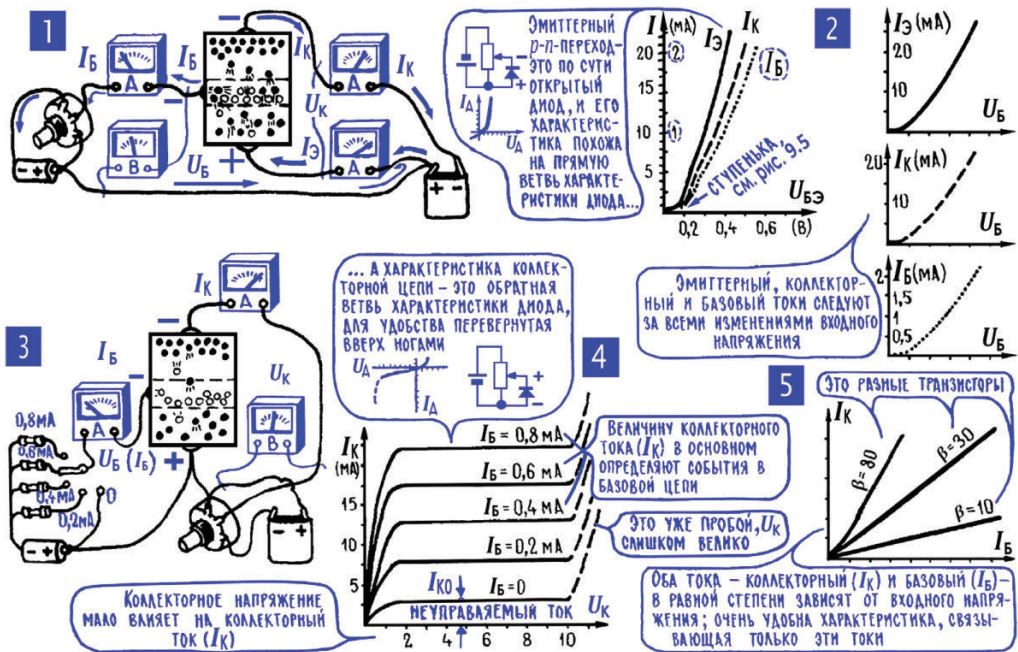
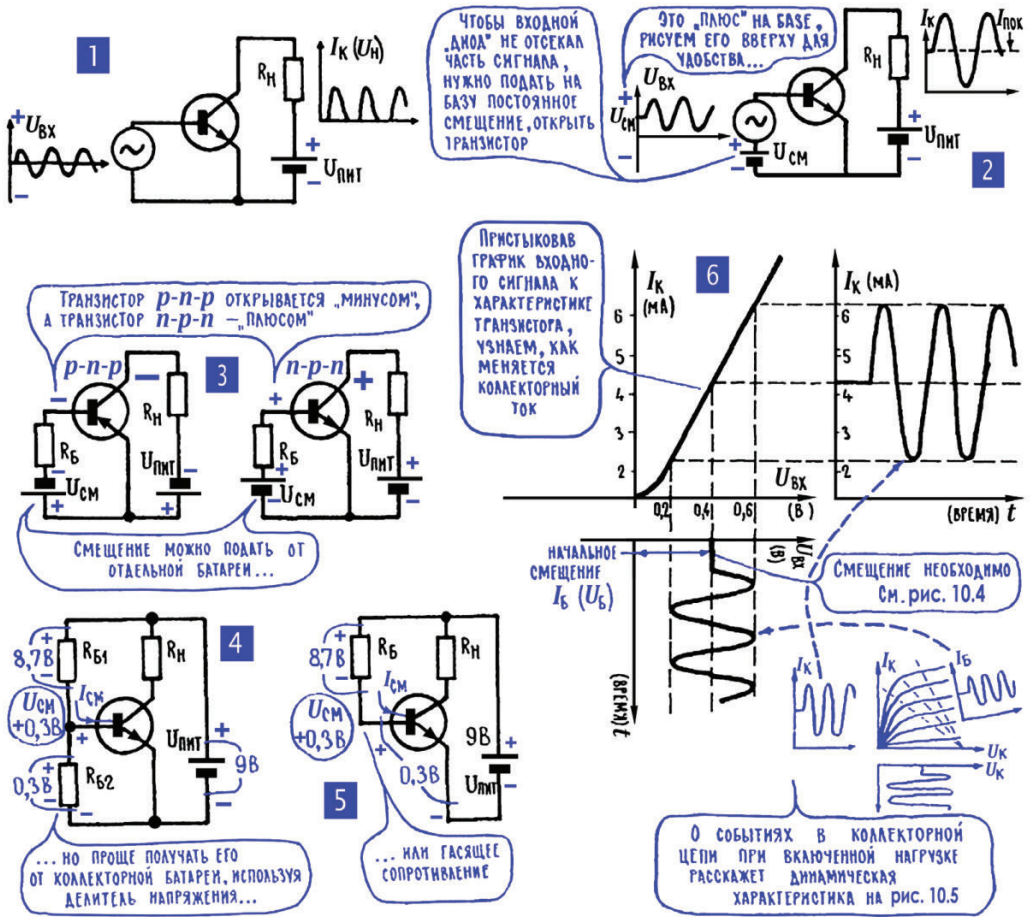
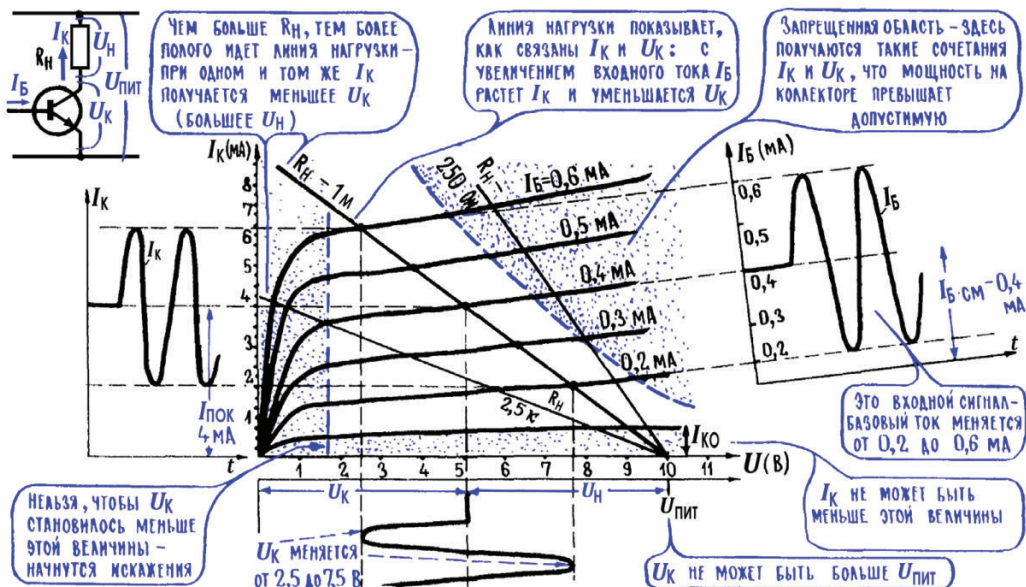
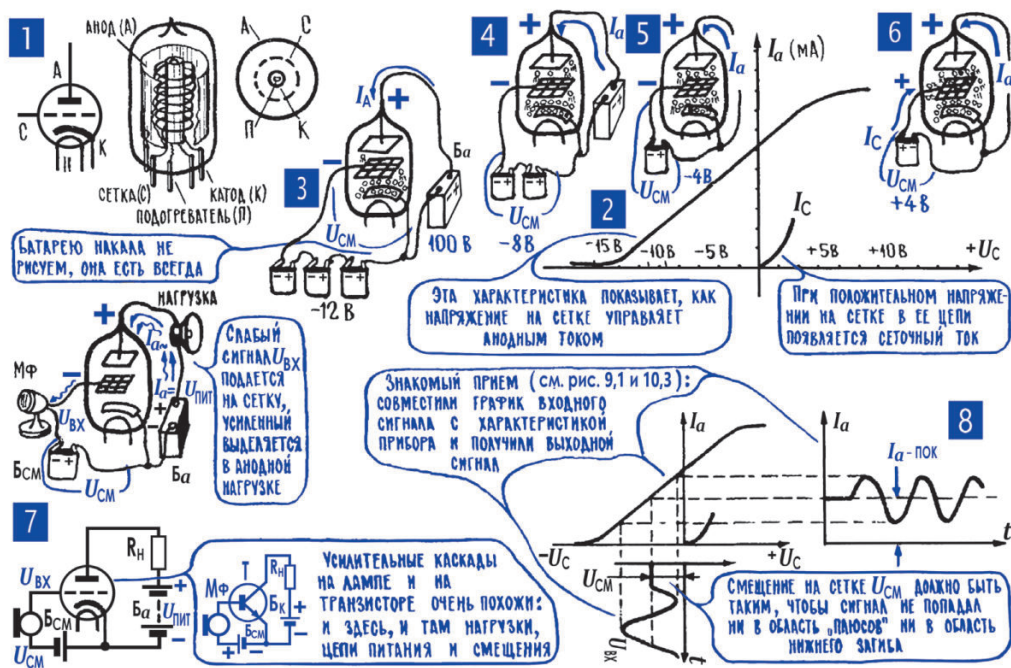

Рис. 10.2. Усилительные функции транзистора
Рис. 10.3. Смещение рабочей точки транзистора
Рис. 10.5. Выходные характеристики транзистора
Рис. 10.7. Электроракуумный триод
Введем несколько обозначений. Все заряды, которые вышли из эмиттера, создают эмиттерный ток $I_э$ (рис. 10.2; 1), те, что попали в коллекторный переход, создают коллекторный ток $I_к$, а те, что сумела захватить база, воспользовавшись своими законными правами, своим «минусом», замыкаются по входной цепи и создают базовый ток $I_б$.
4. О взаимосвязи токов и напряжений в транзисторном усилителе рассказывают его вольт-амперные характеристики. Зависимость общего тока I_{σ} в эмиттерном p - n -переходе от приложенного к нему напряжения U_{σ} , а вместе с ней зависимость базового тока I_{σ} и коллекторного I_k от этого напряжения (рис. 10.2; 2) в точности повторяют уже знакомую нам вольт-амперную характеристику диода (рис. 9.5). Строго говоря, только ток I_{σ} можно считать истинным током через диод, а токи I_{σ} и I_k – это лишь его ответвления, его части. Но части, которые в точности следуют за всеми изменениями целого. Поэтому вольт-амперные характеристики для токов I_{σ} и I_k почти в точности повторяют вольт-амперную характеристику для тока I_{σ} , и если их построить в определенных масштабах (одинаковым
отрезкам на вертикальной оси соответствуют разные значения токов), то все три характеристики будут почти неотличимы (рис. 10.2; 2).
На основе последних двух характеристик можно построить еще одну – она покажет, как зависит коллекторный ток от базового (рис. 10.2; 5), то есть ток I_k , в котором отражен выходной сигнал, от тока I_b , в котором отражен входной сигнал. Эта характеристика пойдет тем круче, чем больше коэффициент усиления по току β – одному и тому же изменению базового (входного) тока при разных β будут соответствовать разные изменения коллекторного (выходного) тока.
Нетрудно построить вольт-амперную характеристику и для коллекторного p - n -перехода. Нужно только помнить, что на коллектор подается «минус» (в p - n - p -транзисторе), что коллекторный переход работает в режиме диода, включенного в обратном направлении, запертого. Вольт-амперная характеристика коллекторной цепи (рис. 10.2; 4) – это есть обратная ветвь вольт-амперной характеристики диода (рис. 9.5), для удобства лишь перевернутая «вверх ногами». На этой характеристике целое семейство кривых – они относятся к нескольким значениям тока в эмиттерном p - n -переходе.
Примечание редактора. Во избежание недоумений читателя необходимы пояснения по поводу часто и далее упоминаемого автором напряжения база–эмиттер как управляющего током коллектора. В теоретических источниках [1–4] неоднократно подчеркивается, что напряжение эмиттер–база не может выйти за пределы прямого падения напряжения на p - n -переходе (0,6–0,7 В), так как базовый переход представляет собой диод, включенный в прямом направлении. В этом легко убедиться и на практике, просто померив напряжение база–эмиттер на правильно включенном открытом транзисторе (например, по схеме на рис. 10.13; 1 при верхнем положении переключателя К1). Если вы попытаетесь подать на базу в таком включении напряжение, например, 2 В от достаточно мощного источника, то базовый переход просто выгорит; если ток каким-то образом ограничить (например, резистором, как на рис. 10.3; 5 или том же рис. 10.13; 1), то напряжение установится все равно на уровне 0,6–0,7 В. О каком же управлении коллекторным током с помощью напряжения на базе можно говорить?
5. Во избежание искажений нужно создать в базовой цепи некоторый начальный ток – ток смещения. Пристыковав к одной из входных вольт-амперных характеристик транзистора (рис. 10.2; 2) график переменного напряжения, которое нужно усилить, график слабого усиливаемого сигнала, можно получить график его мощной копии, график изменения коллекторного тока. Первая же попытка выполнить такую операцию сталкивает нас с чрезвычайно неприятным явлением, которого, между прочим, следовало ожидать: под действием переменного напряжения во входной цепи транзистора идет не переменный, а пульсирующий ток (рис. 10.3; 1), так же, как шел пульсирующий ток в цепи полупроводникового диода (рис. 9.6). И поэтому в процессе усиления мы до неузнаваемости исказим слабый сигнал, что, мягко говоря, весьма нежелательно. Без подробного анализа обстановки сразу же предложим верный способ борьбы с такими искажениями сигнала: к входной цепи транзистора вместе с усиливаемым сигналом нужно подвести еще некоторое постоянное напряжение, создать некоторый ток смещения. И подобрать этот ток смещения нужно с таким расчетом, чтобы сигнал на входе транзистора, с одной стороны, не переходил опасную границу допустимого прямого тока базы, а с другой – не попадал в область запирающих напряжений, в область «минуса» на базе *n-p-n*-транзистора (рис. 10.3; 2). Устанавливая начальное смещение, очень часто приходится поглядывать и на допустимый коллекторный ток, его тоже нельзя превышать.
6. Смещение на базу легко подать от коллекторной батареи. Существуют разные способы введения в базовую цепь постоянного тока смещения $I_{см}$. Можно для этого использовать отдельную батарею (рис. 10.3; 3), а можно подать на базу необходимое постоянное напряжение от коллекторной батареи. Чтобы открыть эмиттерный переход, на базе относительно эмиттера в *n-p-n*-транзисторах должен быть «плюс» (чтобы появился постоянный ток $I_{см}$ между базой и эмиттером, должно появиться постоянное напряжение $U_{см}$). Но коллекторная батарея тоже дает «плюс» относительно эмиттера – этот «плюс» как раз и подается на коллектор. Коллекторное напряжение, если можно так сказать, имеет удачную полярность, чтобы по совместительству использовать его для подачи положительного смещения на базу.
Можно попробовать сделать это с помощью делителя (рис. 10.3; 4), который в нужное число раз уменьшает напряжение – на коллектор подаётся несколько вольт, а смещение на базе составляет доли вольта. Более простой и надёжный способ подачи смещения – «минус» попадает на базу через гасящий резистор R_{σ} (рис. 10.3; 5). Ток базы, проходя по этому резистору, создает на нем значительное падение напряжения, и на базе остается малая часть коллекторного напряжения. Чем меньше сопротивление гасящего резистора R_{σ} , тем меньшая часть коллекторного напряжения теряется на нем, тем больше отпирающий «плюс» на базе. Об этом можно сказать и иначе: входное сопротивление эмиттерного перехода мало (транзистор открыт), а последовательно с ним включено R_{σ} со сравнительно большим сопротивлением. И поэтому именно R_{σ} определяет ток в цепи (рис. 4.5): чем меньше R_{σ} , тем больше этот ток, который для транзистора служит начальным током смещения.
² А именно – до нарушения условия нахождения постоянного напряжения коллектора (рабочей точки, напряжения смещения) в пределах линейного участка характеристик (см. рис. 10.3; 6 и рис. 10.5 далее). Более подробные пояснения см. в разделе 22 этой главы.
На вольт-амперной характеристике коллекторной цепи (рис. 10.5) есть дугообразная линия, граница допустимой мощности. Эта линия появилась как результат простых арифметических операций: определялись такие пары тока $I_{\text{к}}$ и напряжения $U_{\text{к}}$, при которых $P_{\text{к}} = I_{\text{к}} \cdot U_{\text{к}}$ не превышает допустимую мощность $P_{\text{к,доп}}$. Точно такая же граница допустимых токов и напряжений может быть построена для любого реального транзистора.
Особенно неприятен обратный ток коллекторного p - n -перехода $I_{кбо}$. На рис. 10.5 отмечен некий ток $I_{ко'}$, который течет через транзистор даже тогда, когда он полностью закрыт (база соединена с эмиттером, ток базы равен нулю). Это следствие как раз наличия обратного тока коллектора, и самое неприятное не то, что он есть, а то, что он сильно зависит от температуры (см. табл. 10.1). Появление собственных носителей, собственных свободных зарядов, связано только с тепловыми движениями атомов в кристаллической решетке полупроводника (гл. 9; 5). И чем выше температура, тем энергичнее эти движения, тем больше становится собственных носителей. Изменяясь с температурой, обратный ток коллектора может влиять на работу всего усилителя, и поэтому стараются, чтобы ток $I_{кбо}$ был как можно меньше.
У маломощных кремниевых транзисторов температурная зависимость тока $I_{кбо}$ даже немного выше, чем у германиевых (увеличение примерно в 10 раз на каждые 30°), но сама абсолютная величина тока ничтожна – при комнатной температуре составляет доли микроампера и даже при повышенной не превышает единиц микроампер (см. табл. 10.1) (почему так, легко понять, если сравнить собственные проводимости германия и кремния, см. гл. 9; 5). Поэтому в схемах с кремниевыми транзисторами наличие обратного тока коллектора можно спокойно игнорировать: величина $I_{ко'}$, показанная на рис. 10.5, для них настолько мала, что ее невозможно изобразить в нормальном масштабе. Единственное, что осталось в практике с тех времен: рекомендация «на всякий случай» не включать питание транзисторов с никуда не подключенной («оборванной») базой. Действительно, для мощных транзисторов величина $I_{кбо}$ может быть достаточно велика для того, чтобы основательно «саморазогреть» транзистор (см. данные КТ818Б/КТ819Б в табл. 10.1: 10 мА ($I_{кбо}$ при 100°) · 100 В ($U_{кэ,доп}$) = 1 Вт!).
Следующий шаг – введем в лампу еще один, третий электрод, так называемую управляющую сетку, и поставим ее на пути анодного тока. Название «сетка» идет с далеких времен, когда сетка действительно была сеткой; в обычных лампах это спираль, окружающая катод на небольшом расстоянии от него (рис. 10.7; 1). Управляющая сетка превращает диод в трехэлектродную усилительную лампу – триод. Кстати, транзистор первоначально называли полупроводниковым триодом, у него тоже три электрода, три рабочие зоны – эмиттер, база, коллектор.
Сетка расположена близко к катоду, и напряжение на ней очень сильно влияет на анодный ток – «плюс» на сетке подтягивает электроны, увеличивает число свободных электронов, вырвавшихся из облачка вблизи катода и отправившихся в далекое путешествие к аноду (рис. 10.7; 6). «Минус» на сетке, наоборот, отталкивает электроны к катоду, уменьшает анодный ток (рис. 10.7; 3, 4, 5). Одним словом, усиливаемый сигнал $U_{вх}$, действуя с командного пункта трехэлектродной лампы, с сетки, управляет анодным током I_a , а тот, проходя по нагрузке R_n , выделяет в ней мощную копию усиливаемого сигнала (рис. 10.7; 7). Можно рассказать об этом и другими словами: усиливаемый сигнал меняет число зарядов, которые реально могут двигаться к аноду, а значит, меняет внутреннее сопротивление лампы R_a (рис. 10.7; 8). Однако с какой стороны ни посмотришь на события в усилительной лампе, одно остается бесспорным – энергию на создание «мощной копии» дает анодная батарея.
12. На управляющую сетку обычно подается отрицательное смещение. О событиях в лампе лучше всего могут рассказать ее характеристики, в частности анодно-сеточная, она показывает, как анодный ток зависит от напряжения на сетке (рис. 10.7; 2). Обратите внимание: при положительных напряжениях на сетке, кроме анодного, появляется еще и сеточный ток I_c . Появляется он потому, что, несмотря на «прозрачность» сетки,
Имея опыт с выбором рабочей точки транзистора (рис. 10.3), мы легко найдем, как избавить лампу от сеточных токов: для этого достаточно вместе с сигналом подать на сетку (относительно катода) некоторое отрицательное постоянное смещение, некоторый «минус» (рис. 10.7; 8).
Напряжение U_{cm} – не что иное, как вспомогательное отрицательное смещение на сетку: «минус» этого напряжения (относительно катода) через R_c подается на сетку и смещает влево рабочую точку на характеристике лампы, избавляет каскад от сеточных токов (рис. 10.7). Удачная полярность напряжения U_{cm} получается потому, что анодный ток I_a течет от «плюса» к «минусу», от анода к катоду.
несколько десятков или сотен раз (зависит от транзистора). Пример такого расчета: $R_{61} = 110 \text{ кОм}$; $R_{62} = 10 \text{ кОм}$; $R_3 = 1,0 \text{ кОм}$; $R_H = 10 \text{ кОм}$; $C_3 = 10 \text{ мкФ}$. Легко проверить, что при таких параметрах рабочая точка транзистора (напряжение на коллекторе в состоянии покоя) не зависит от напряжения питания, если оно выше примерно 6–7 В, и всегда будет лежать примерно на половине напряжения питания (как на рис. 10.5).